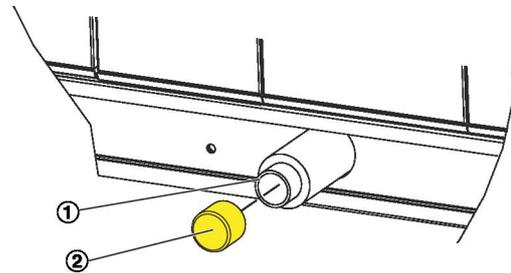

Abb. 26: Kondensatablauf
2. ▶ Schutzkappe(n) (Abb. 26 /2) am Ablauf (Abb. 26 /1) der Kondensatwanne(n) entfernen.
4. ▶ Die Siphons an die Kondensatabläufe (Abb. 26 /1) anschließen.